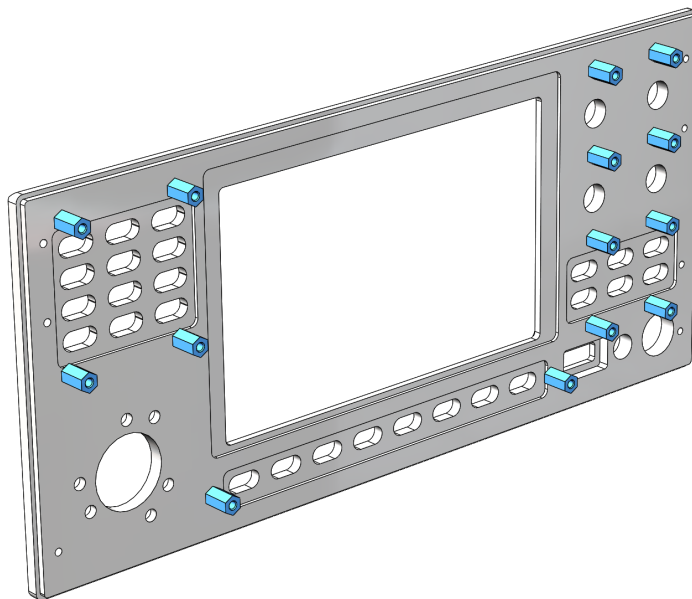

Рис.1. Установка резьбовых стоек
1. В резьбовые отверстия передней панели, согласно рисунка (Рис.1), вкручиваются пластиковые стойки (14 шт.).